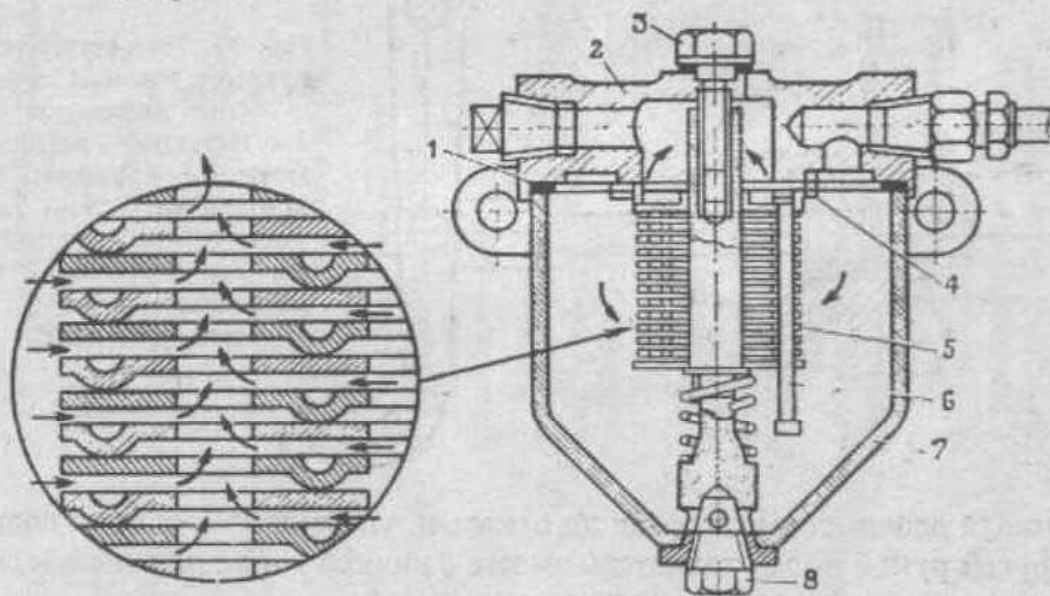

Рис. 13. Топливный фильтр-отстойник:
- отверни стяжной болт 3 (рис. 13) и сними корпус 7 фильтра вместе с фильтрующим элементом 5, не повредив прокладку 1;